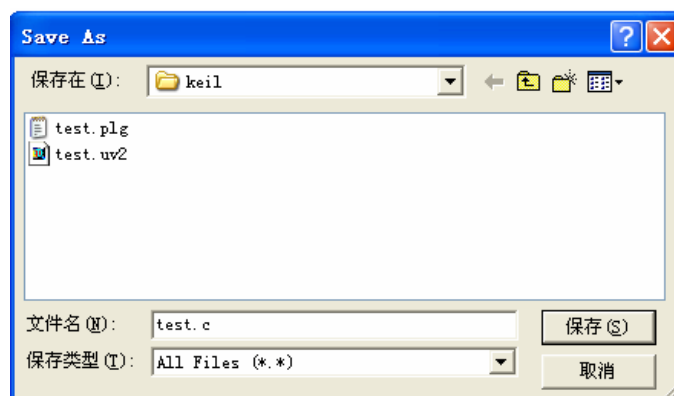
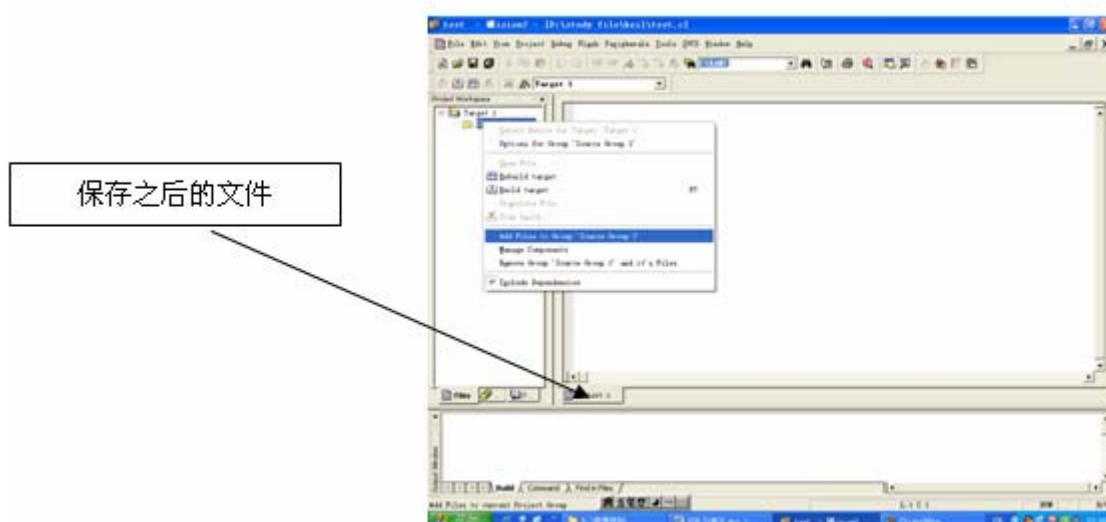
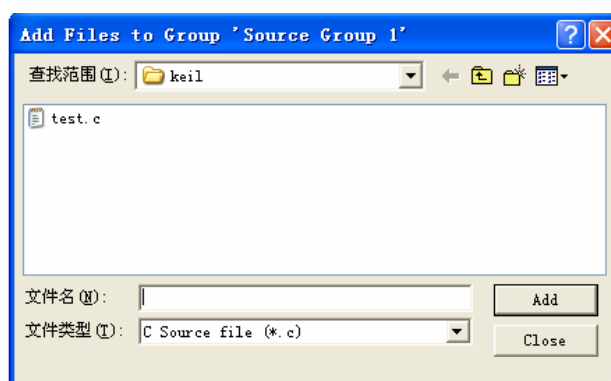
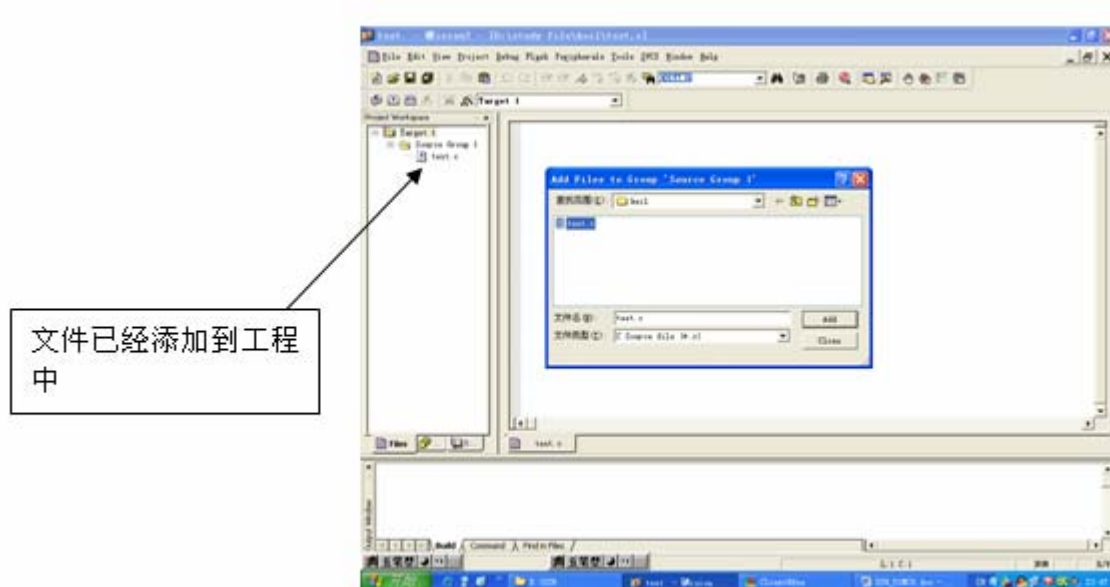

图 2-9
图 2-10
图 2-11
图 2-12
(6)这时光标会在新建的“Text1”这个文本框中闪烁。其实现在已经可以编写程序了，但是笔者建议大家还是先将这个空白文件保存好之后再编写。点击“File”的下拉菜单中的“Save As”此时会弹出图 2-9 的对话框。在文件名中填入你想要的文件名，但是文件名最好是具有一定的代表意义，这样比较容易管理和理解。这里特别要注意的就是，如果我们用 C 语言来写程序的话，那么文件的扩展名一定要为 .c，但是如果我们用的是汇编语言来写程序，那么文件的扩展名一定要为 .asm，由于我们现在用 C 语言来编写程序，所以这里就取“test.c”，单击“保存”。原来的那个“Text1”的文件已经变成了我们刚才的那个“test.c”文件。见图 2-10 黑色箭头所指。
(7) 完成上一步之后，回到了图 2-10 的编辑界面，单击“Target”前面的“+”号，然后在“Source Group 1”上右击一下，选中“Add Files to Group ,Source Group 1”就会弹出图 2-11 的对话框，选择我们刚才建立的那个“test.c”的文件。
(8) 选择完之后，我们已经发现那刚才在图 2-10 右边的“Source Group 1”下面多了一个“test.c”，如图 2-12 所示。